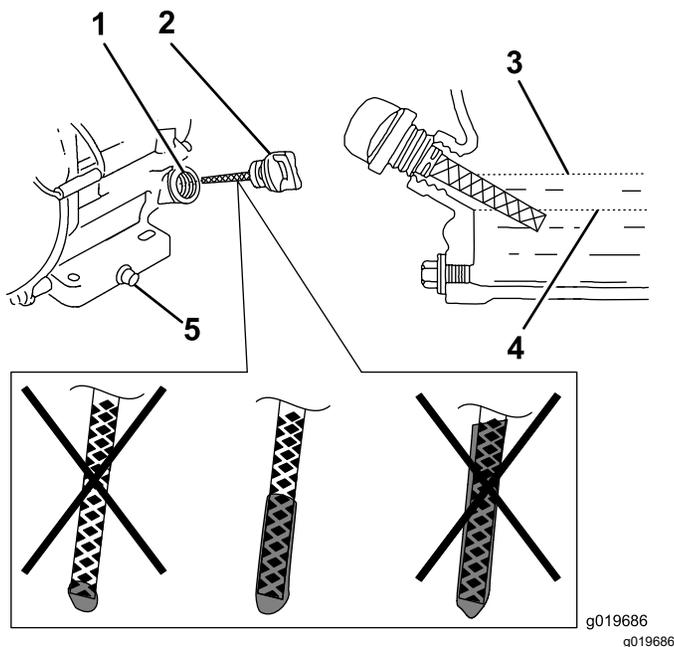

Bild 32
6. Nehmen Sie den Peilstab heraus und prüfen Sie den Motorölstand (Bild 32).